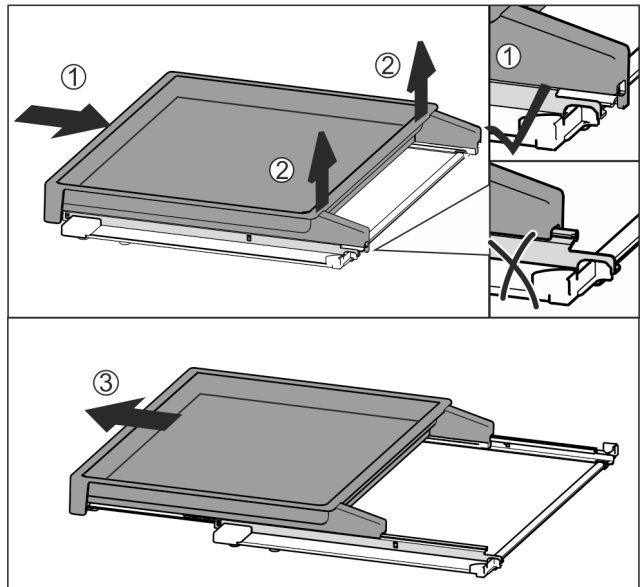

Fig. 78
- ▶ Introduzca por completo el estante extraíble Fig. 78 (1).
- ▶ Suelte el enganche en el lado trasero Fig. 78 (2).
- ▶ Retire el estante extraíble hacia delante Fig. 78 (3).